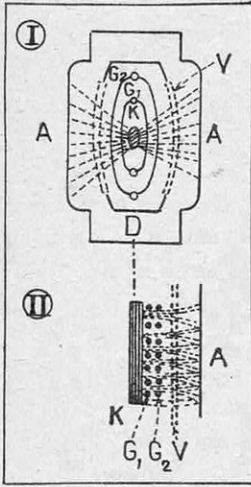

FIG. 4. — COMMENT FONCTIONNE UNE TÉTRODE A CATHODE VIRTUELLE
(1) La grille écran, portée à un potentiel positif par rapport à la cathode, constitue une électrode supplémentaire intercalée entre la grille de commande et l'anode, pour éliminer les couplages parasites entre ces deux électrodes par suite de leur capacité mutuelle. Elle a pour effet, en outre, de rendre le courant électronique indépendant du potentiel de l'anode, en soustrayant l'émission électronique de la cathode à l'action de l'anode.
Le premier exemple de tels tubes est une lampe qui dérive de la pentode basse fréquence et qui s'apparente également à la catégorie précédente. La cinquième électrode d'une pentode est constituée par une grille dite « grille d'arrêt », portée à une tension négative et destinée à arrêter le rayonnement secondaire (1) de l'anode ; elle est donc disposée entre la grille-écran précédente et l'anode. On constate que cette grille d'arrêt déforme le champ et introduit à certains régimes une distorsion notable. Pour atténuer ce défaut, il suffit d'enlever la grille d'arrêt et de la remplacer par un « rideau d'électrons » ou « cathode virtuelle » qu'on aperçoit sur les coupes transversale et longitudinale de la lampe (fig. 4).